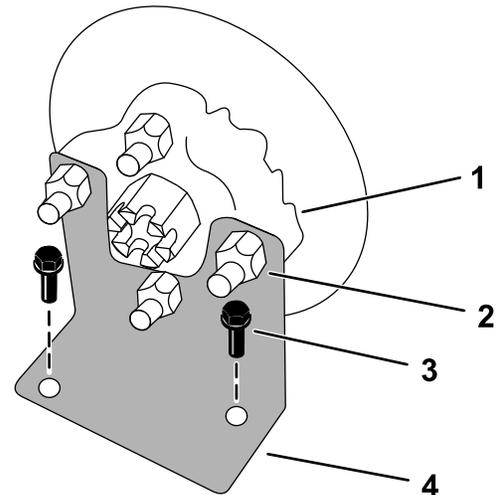

Figura 1
9. Retire as 4 porcas de roda de cada um dos cubos das rodas (Figura 1).